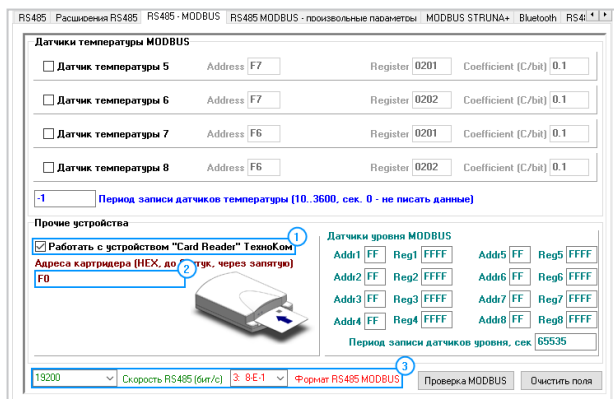

Рис.37. Настройка шины RS-485 контроллера «АвтоГРАФ»
- разрешите работу контроллера со считывателем, установив галочку напротив опции «Работать с устройством «Card Reader» ТехноКом» (**Рис.37, п.1**);
- в поле «Адреса картридера» (Рис.37, п.2) задайте адрес устройства CardReader, подключаемого к контроллеру. Адрес должен быть задан в формате HEX (как и адрес считывателя в «Конфигуратор TK-CardReader Plus и TKFC Plus»). Одновременно к контроллеру могут быть подключены до 8 считывателей «АвтоГРАФ-CardReader»: Light, Light+» и «АвтоГРАФ-CardReader-SMART». Адреса всех подключаемых считывателей должны быть перечислены в этом поле.
- задайте формат и скорость работы интерфейса RS-485 (MODBUS) контроллера (**Рис.37, п.3**). Обратите внимание, что для возможности удаленной настройки и обновления прошивки считывателя через сервер посредством контроллера «АвтоГРАФ» в обоих устройствах должен быть установлен формат 8-N-1.